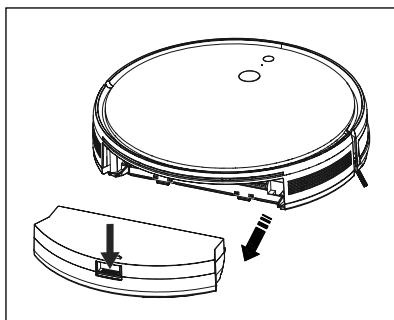

Fig. 7
- 1) Premere il tasto di sblocco **15** del contenitore della polvere **16** ed estrarre quest'ultimo dall'apparecchio (vedere fig. 7).